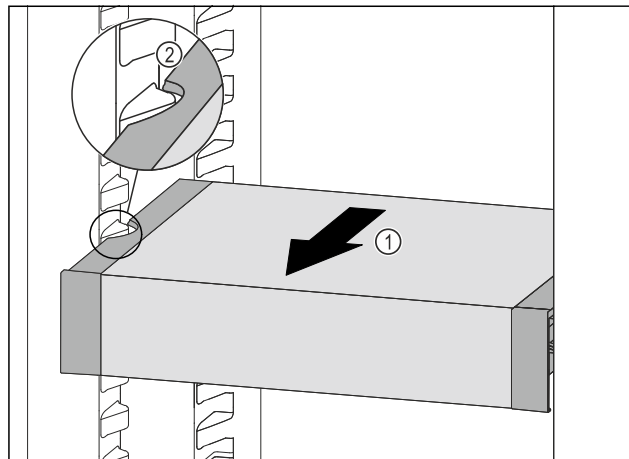

Fig. 91
- ▶ VarioSafe pociągnąć w przód Fig. 91 (1), aż boczne wycięcia szuflady VarioSafe będą się znajdować na wysokości żebrowania pojemnika w chłodziarce. Fig. 91 (2)